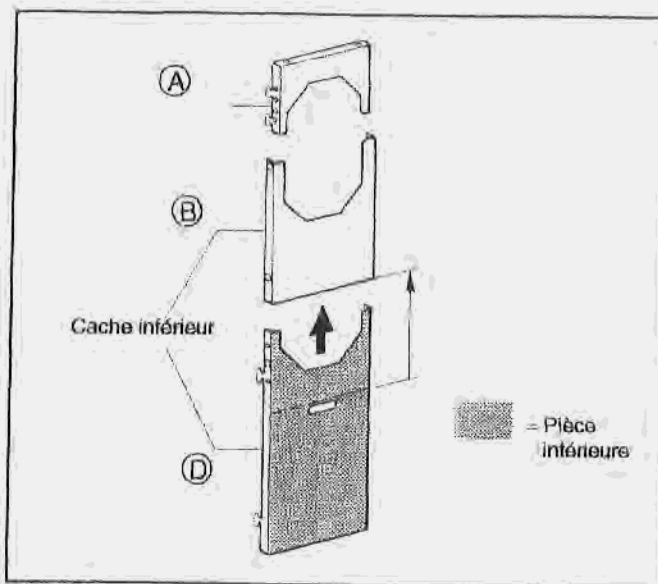

Fig. 18
- Monter préalablement le cache inférieur selon la fig. 18 et le visser à l'aide de deux vis Parker.